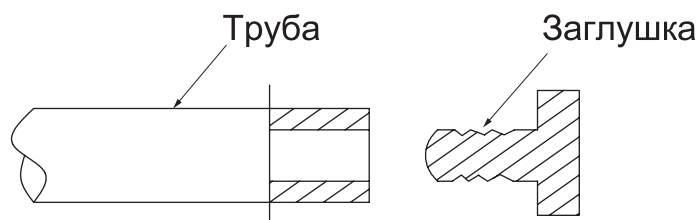

Рис. 12.9.
5. На другой конец трубы (например, для внутреннего блока А) установите заглушку (рис. 12.9.).